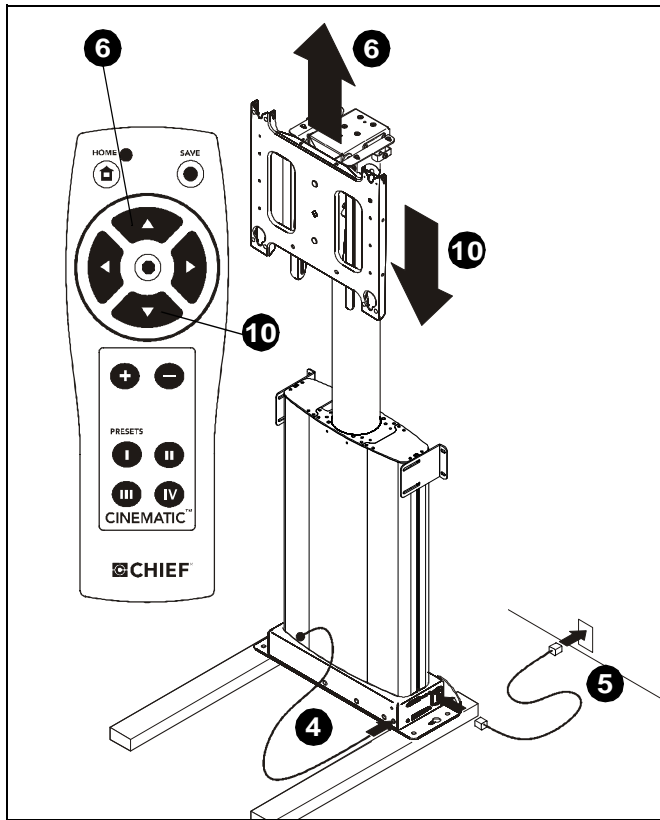

Figura 3
4. Instale el receptor infrarrojo (IR). (Consulte la Figura 3)
6. Con el control remoto, suba el elevador hasta que pueda accederse a las tuercas de seguridad del reverso de la placa frontal. (Consulte la Figura 3)
10. Con el control remoto, baje el elevador hasta que se detenga. (Consulte la Figura 3)
11. Suba el elevador según las instrucciones del paso 6. (Consulte la Figura 3)